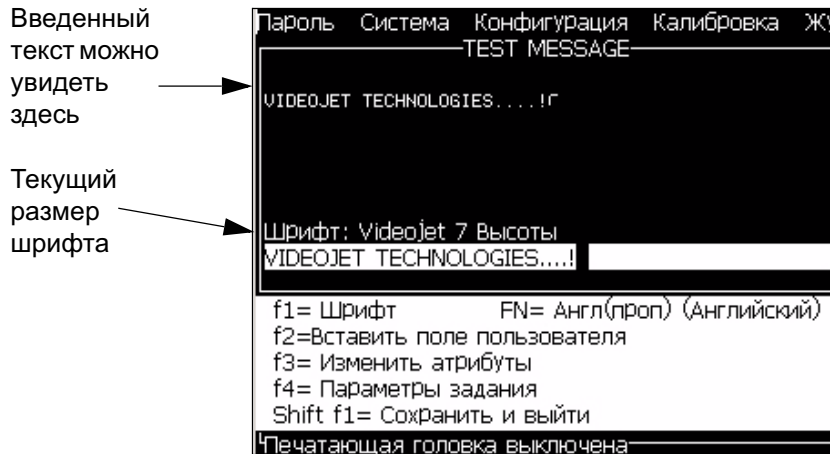

Рисунок 5-5: Создание нового сообщения
- 4 Нажмите кнопку *Enter* (ввод). Появится окно “Message Editor” (редактор сообщений) (смотрите Рисунок 5-5 на странице 5-21).